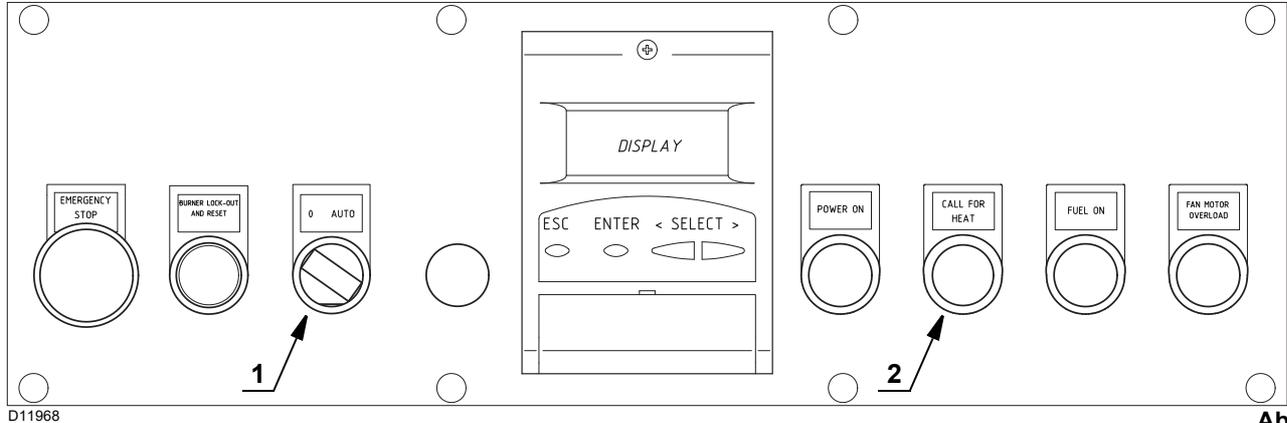

Abb. 31
Die Fernbedienungen ausschalten und den Schalter 1)(Abb. 31) in die Position „**AUTO**“ bringen.
Beim Schließen des Grenzwertthermostats (TL) muss die Anzeige der Heizanforderung „**CALL FOR HEAT**“ 2)(Abb. 31) aufleuchten, dann beginnt der Brenner den Startzyklus.